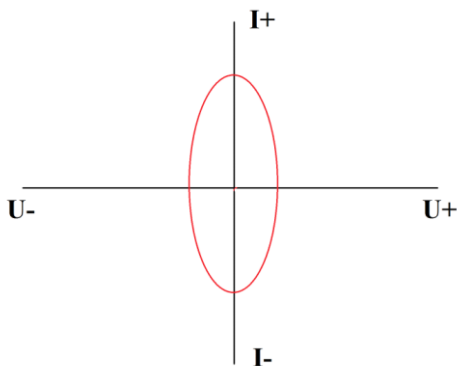

Рисунок 39. График ВАХ конденсатора.
- ВАХ конденсатора имеет форму эллипса (Рисунок 39).